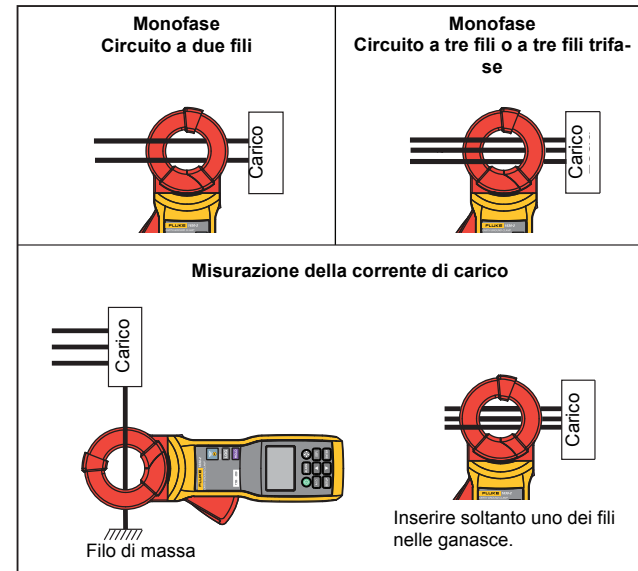

Figura 9. Misura delle correnti di dispersione CA
4. Collegare la pinza all'elettrodo, al conduttore o alla barra di massa per la misurazione. La Figura 9 mostra diversi tipi di connessione per la misura delle correnti di dispersione CA.